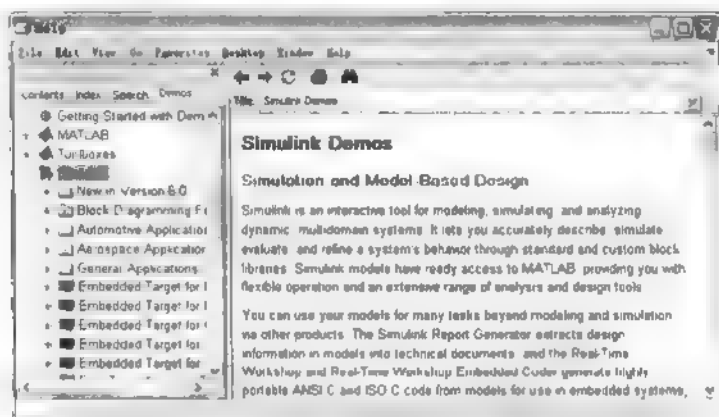

图 1.12 Demos 窗口
- (3) 从弹出的窗口中单击 Simulink 前的  图标,展开的各种选项如图 1.12 所示。
- (4) 单击相应的选项进入不同的演示。